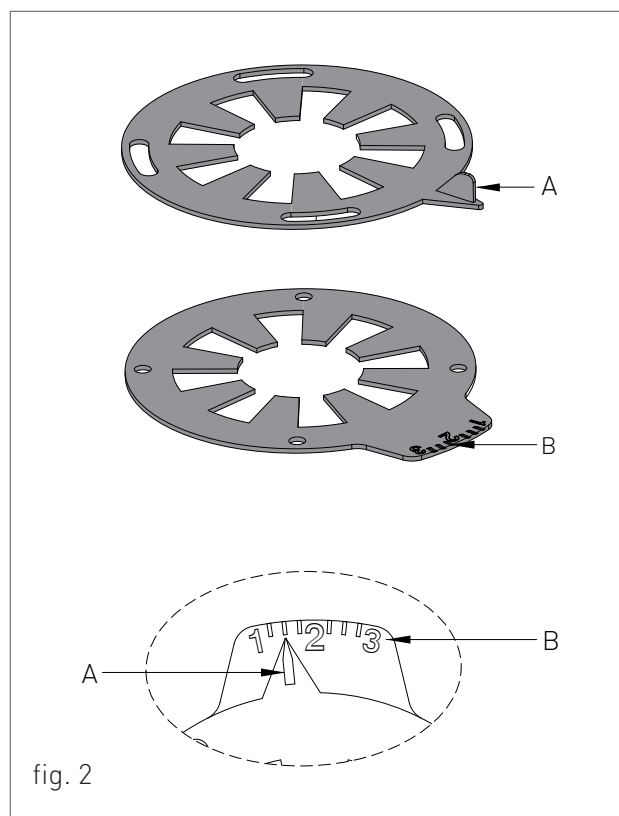

fig. 2
Per effettuare la regolazione dei diaframmi procedere nel seguente modo (vedi fig.2):
- › Se venisse indicato: 'senza premarcature', bisognerà eliminare tutte le premarcature (PR-fig.2) presenti nei diaframmi.
- › Spostare l'indice di riferimento (A-fig.2) scorrendo sull'indice graduato (B-fig.2) secondo la regolazione da effettuare;
- > Spostare l'indice di riferimento (A-fig.2) scorrendo sull'indice graduato (B-fig.2) secondo la regolazione da effettuare;